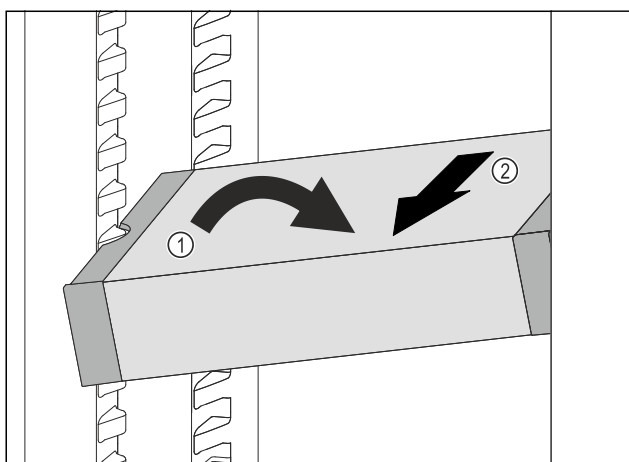

Fig. 109
- Predal VarioSafe postavite v hladilniku postrani. Fig. 109 (1)
- Predal VarioSafe izvlecite v smeri naprej. Fig. 109 (2)